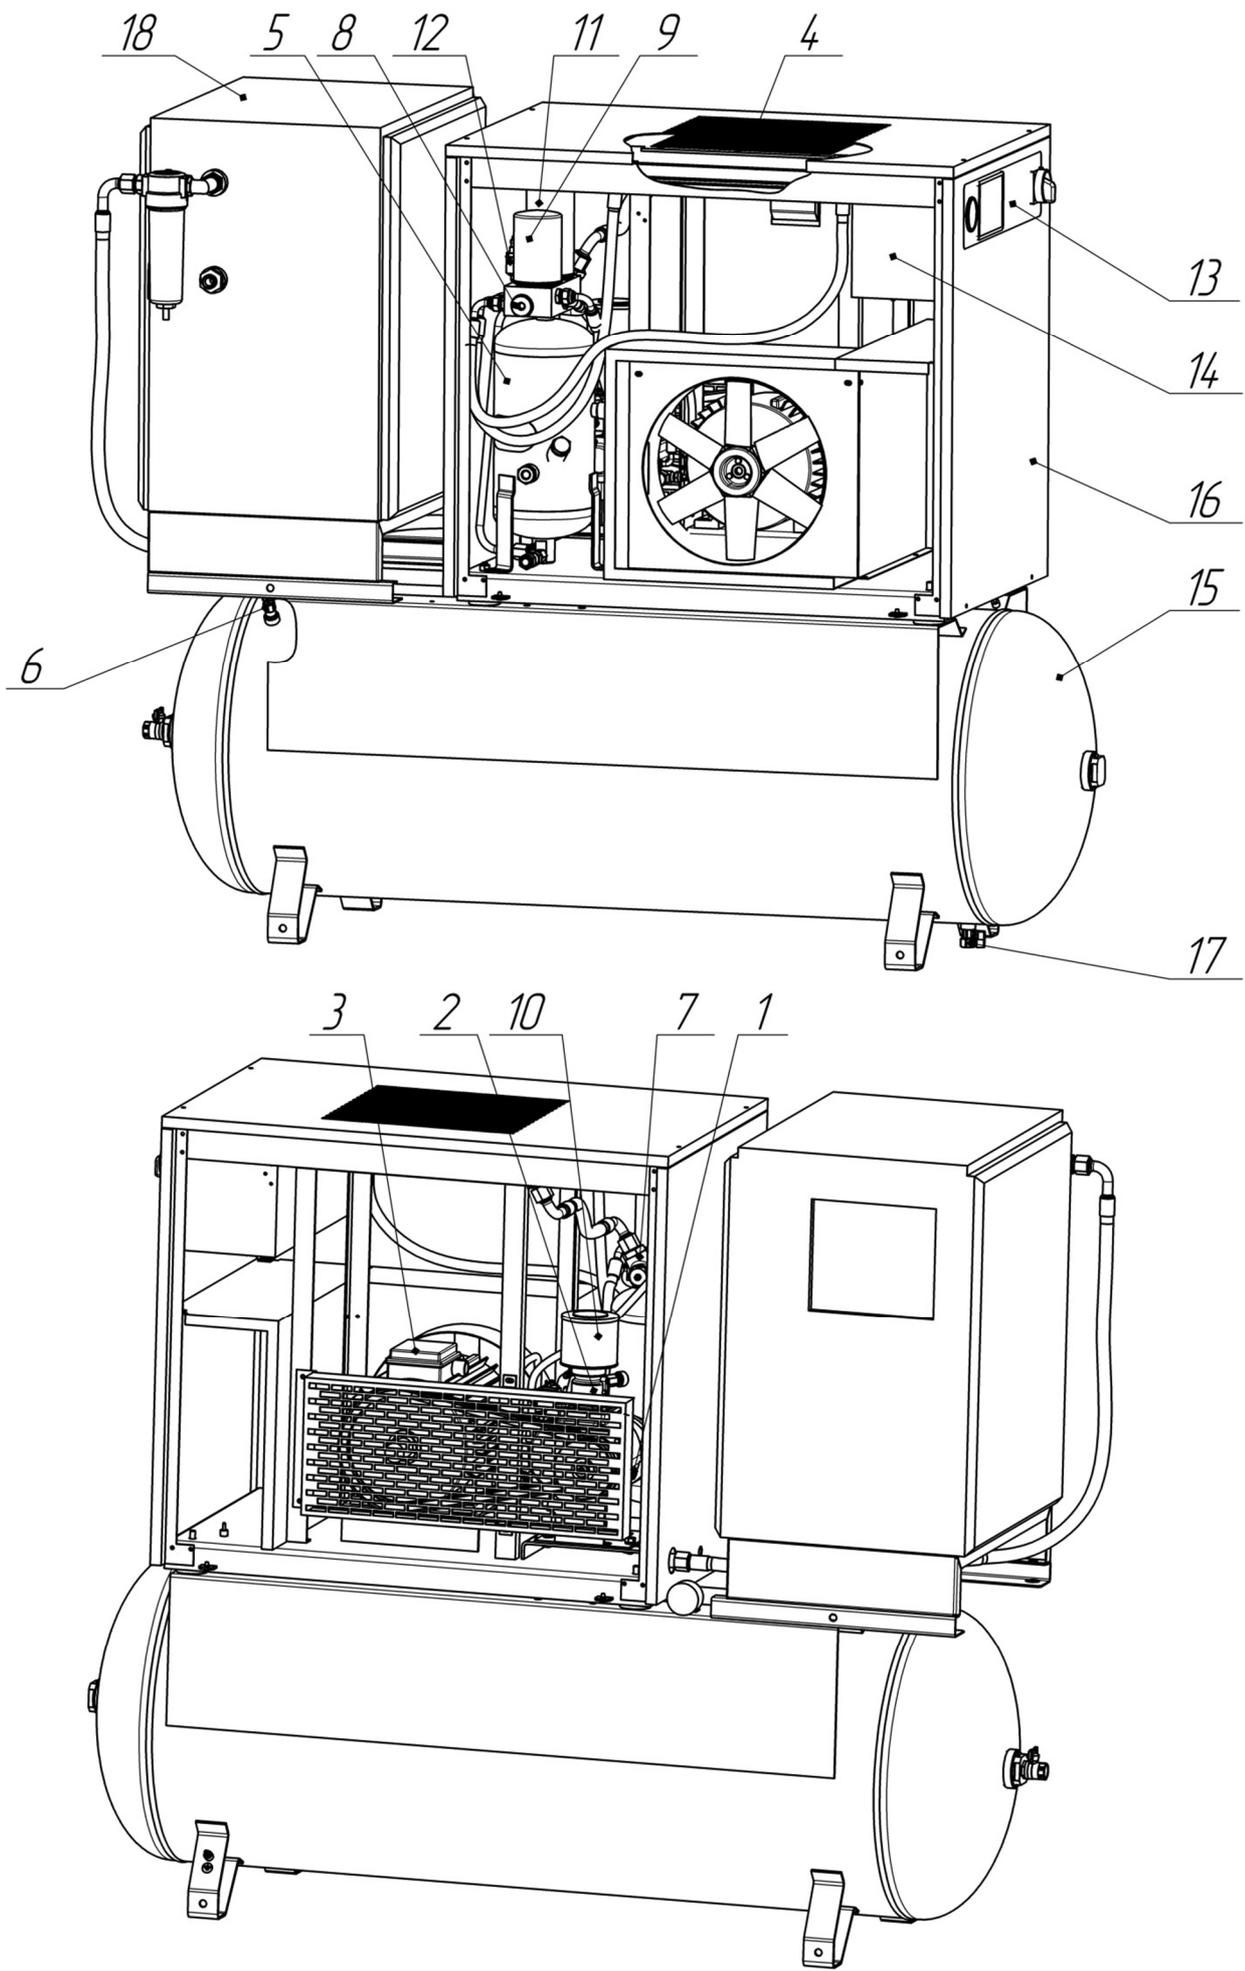

Рисунок 3 – Общий вид компрессорной установки ВК15Е-...-500Д
**18 –осушитель** (см. рисунок 3) предназначен для отделения влаги, содержащейся в сжатом воздухе.